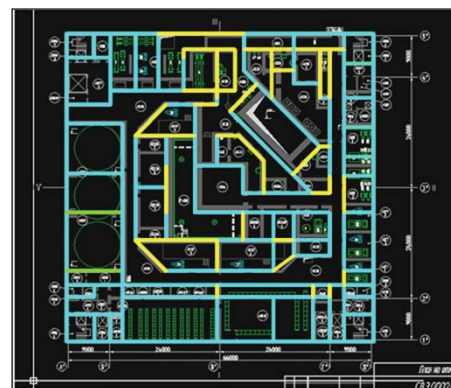

Рис. 5. Два топологически несовместимых вида моделей: архитектурная (серая подложка) и конструктивная (цветные линии)
2. А вот более серьезный случай топологической несовместимости с исходной моделью (рис. 5). Серый цвет – это монолитные стены реакторного отделения унифицированного энергоблока ВВЭР-1000 (то есть физическая модель в терминах нашего анализа). Цветные жирные линии – проекции стен в том положении, в котором они пойдут в конструктивную модель для динамического анализа. При этом целью была минимизация "плотных" пересечений стен между собой и со стенами следующего этажа, который имеет совершенно другую планировку. Второстепенные несущие элементы отбрасывались вовсе, иногда их свойства включались в соседние элементы по широко распространенной в анализе конструкций методике "размазывания" сечений.